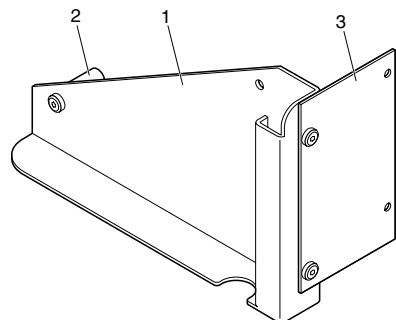

Bild 3:
Er besteht aus Displayträger (1), Abstandhalter (2) und Seitenblech (3) (Bild 3).